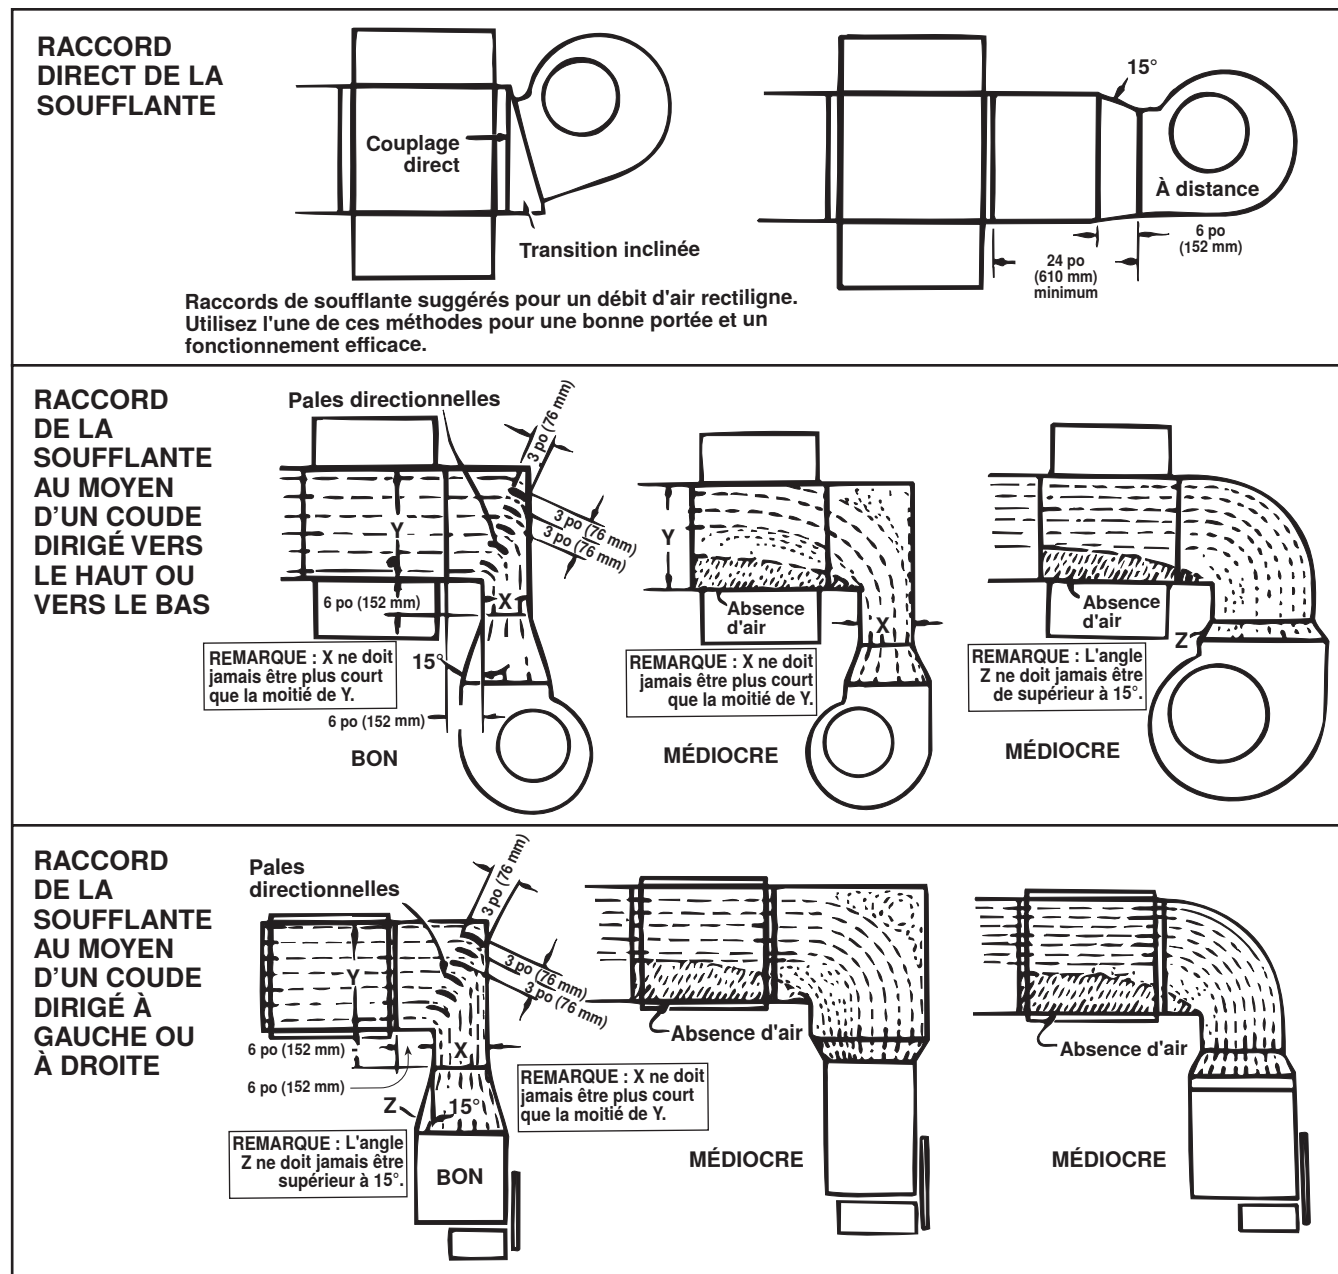

Figure 23. Raccords de la soufflante à la chaufferette de conduit
- Consultez le Figure 23 pour déterminer le positionnement approprié de la soufflante et de la chaufferette de conduit.